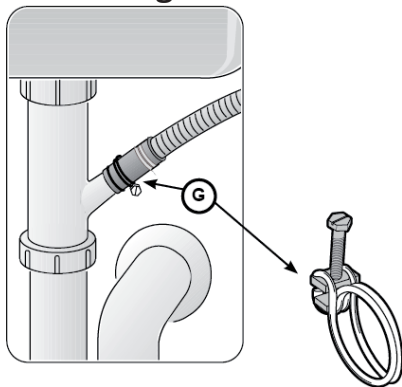

Figure 16
4. Utiliser la bride fournie pour fixer l'adaptateur de tuyau de vidange en caoutchouc à la tuyauterie résidentielle (voir la **Figure 16**).